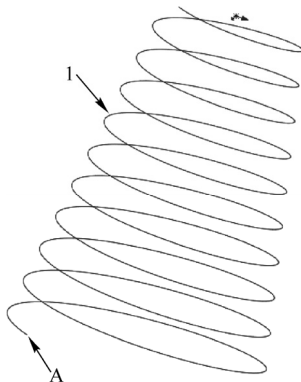
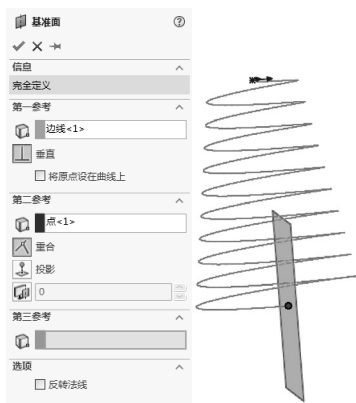

图 4-14 打开的文件实体
图 4-15 “基准面”属性管理器
2) 设置属性管理器。在“第一参考”列表框中，选择图 4-14 所示的点 A。在“第二参考”列表框中，选择图 4-14 所示的线 1。“基准面”属性管理器设置如图 4-15